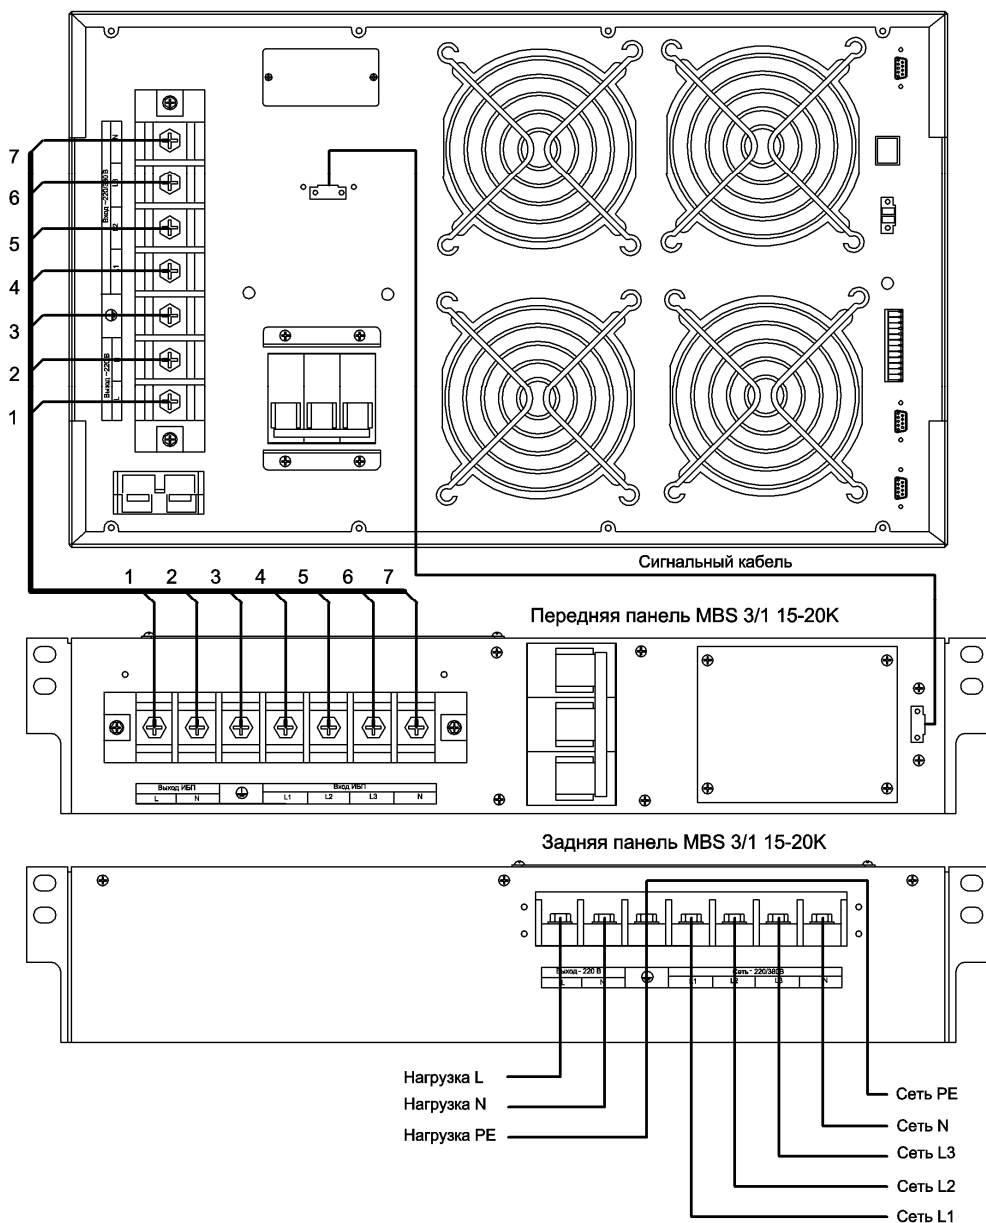

Рисунок 6 – Подключение модуля MBS 3/1 15-20К
7.1.5 Подключение сети переменного тока, ИБП и нагрузки к модулю следует производить в следующей последовательности (рисунок 6):